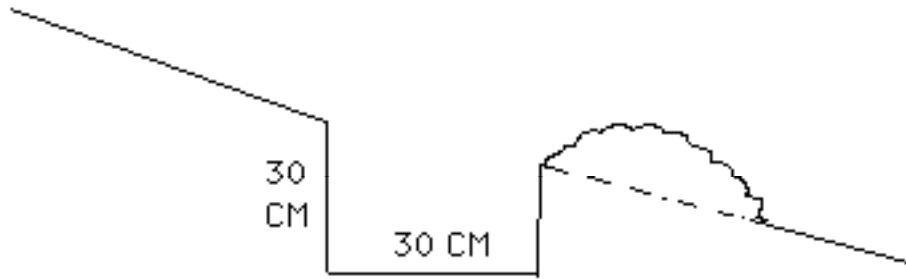

FIGURA 3-12: Forma inicial de un badén de contorno, vea que la tierra excavada se ponga en el lado en declive.
PASO 6: Excavar los badenes. Si es posible, use un arado tirado por animales o tractor para aflojar y excavar el suelo por la línea de estacas (ver figura 3-11). (Está bien si el arado derriba las estacas, pues el surco que hace señalará el curso del badén). Si usa un arado giratorio hágalo andar de tal manera de que tire la tierra en el lado del declive del badén por cuanto es allí donde se construirá la barrera de tierra. Continuar excavando los badenes con palas, apilando la tierra excarvada hacia el lado en declive. Primero hacer el badén de aproximadamente 30 cm de ancho y 30 cm de profundidad como muestra la figura 3-12.